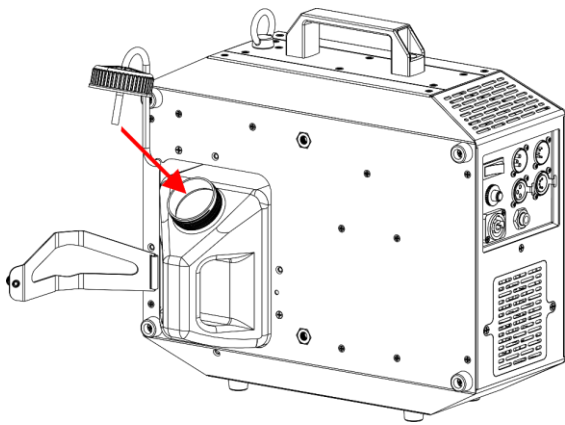

Fig. 22
- 17) Vuelva a enroscar la tapa del depósito de líquido, como se muestra en la Fig. 22.